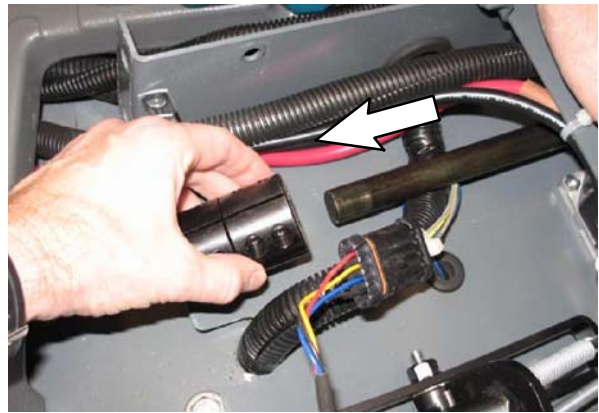

FIG. 17
16. Far scorrere il raccordo dello sterzo fuori dall'albero dello sterzo. Eliminare il raccordo dello sterzo rimosso. (Fig. 17)